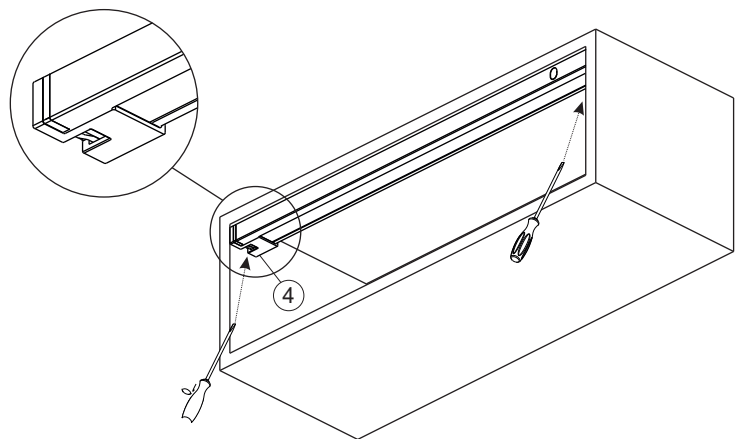

Fig. 3
-För att ta lösgöra armaturen från stommen, för in ett verktyg i sidohålen (4) på fästena, tryck på krokarna och dra armaturen utåt samtidigt. Detta måste göras på båda sidorna av armaturen (fig. 3).
-Koppla armaturen endast till drivdon med 24Vdc som har minst 10% mer styrka än den totala belastningen. Armaturen kopplas genom att Micro24-kontakten (5) sticks in i drivdonets kopplingsplint.